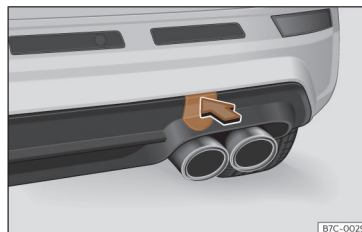

Fig. 186 No lado direito do para-choques traseiro: retirar a tampa.
O alojamento para a argola de reboque enrosçável encontra-se na parte direita do para-choques traseiro, atrás de uma tampa >>> **Fig. 186.**
- Pressione a zona superior da tampa >>> **Fig. 186** para desencaixá-la.